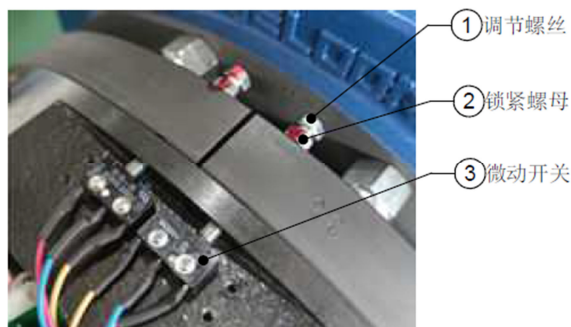

图 8 顶杆机构组成部分
制动器顶杆机构由调节螺钉①，锁紧螺母②、微动开关③组成，见(P4图 8)所示。制动器顶杆机构行程的调整，在装有微动开关和簧片的支架固定后，通过调整顶杆位置改变顶杆行程的大小来保证微动开关的可靠动作。